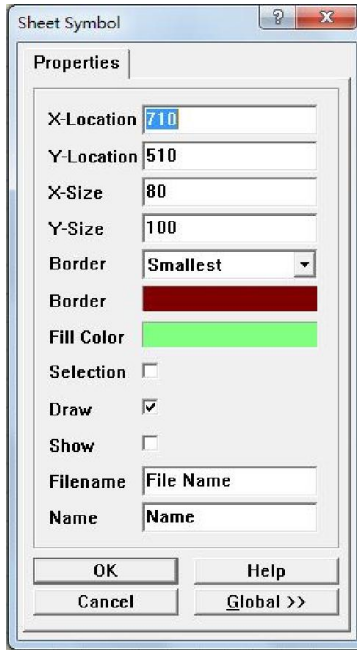

图 4.38 Sheet Symbol 属性对话框
(3) 双击电路方块图，弹出 Sheet Symbol 属性对话框，如图 4.38 所示。